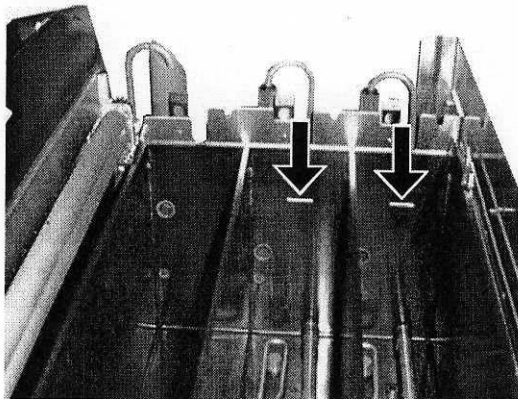

Рис. 5.
- Наполните резервуар для фиксажа готовым фиксажем до линии уровня (рис. 5).